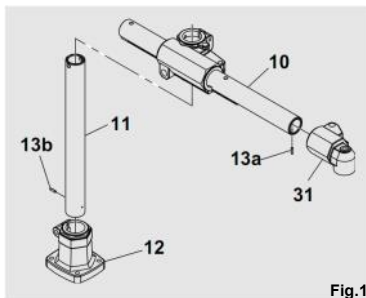

Fig.1
Elastic Pin System, através da ficha (13b) (veja Fig.1) faz com que o tubo vertical (11) não se desenfie da base (12), mesmo que a maçaneta não tenha sido bloqueada.
O mesmo sistema de segurança é aplicado ao tubo horizontal (10) (veja Fig.1), onde o enganche (13a) impede que a pipeta deslize para fora do tubo.